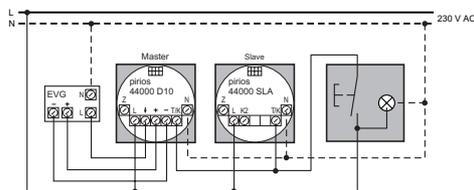
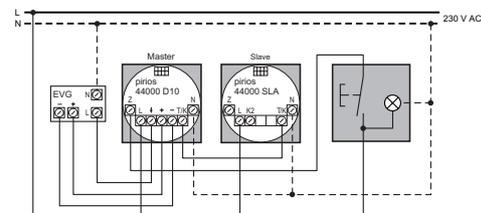

fig. 1 Fonction de poussoir Encl./Eco-Décl.
fig. 3 Fonction de poussoir Redémarrage
2. Raccordez l'actuateur (6) conformément au schéma (fig. 1, fig. 3 ou manuel d'utilisation) et montez-le dans la boîte d'encastrement (7).
3. Enlevez la feuille de protection de la fiche femelle (4).
4. Placez le capteur (2) sur l'actuateur (5) de telle manière que les contacts mâles à 8 pôles (3) s'engagent dans la fiche femelle (4) de l'actuateur.
8. Montez la calotte (1) sur le capteur (2) (en tournant dans le sens horaire jusqu'au verrouillage de la fermeture à baïonnette).